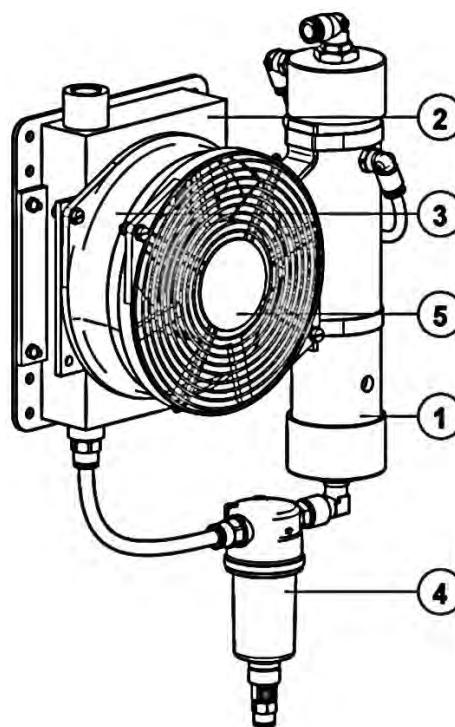
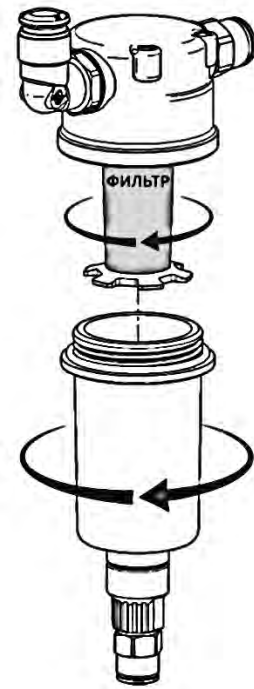

Рисунок 7
Рисунок 11
- Выверните колбу фильтра-сепаратора 4 (рисунок 7) против часовой стрелки (рисунок 11);